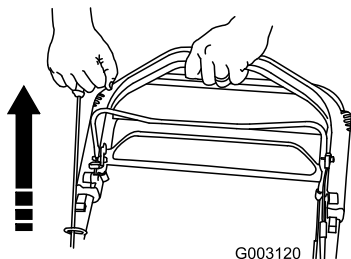

Figure 16
- Tire del arrancador de retroceso en la posición de operación (Figure 16).